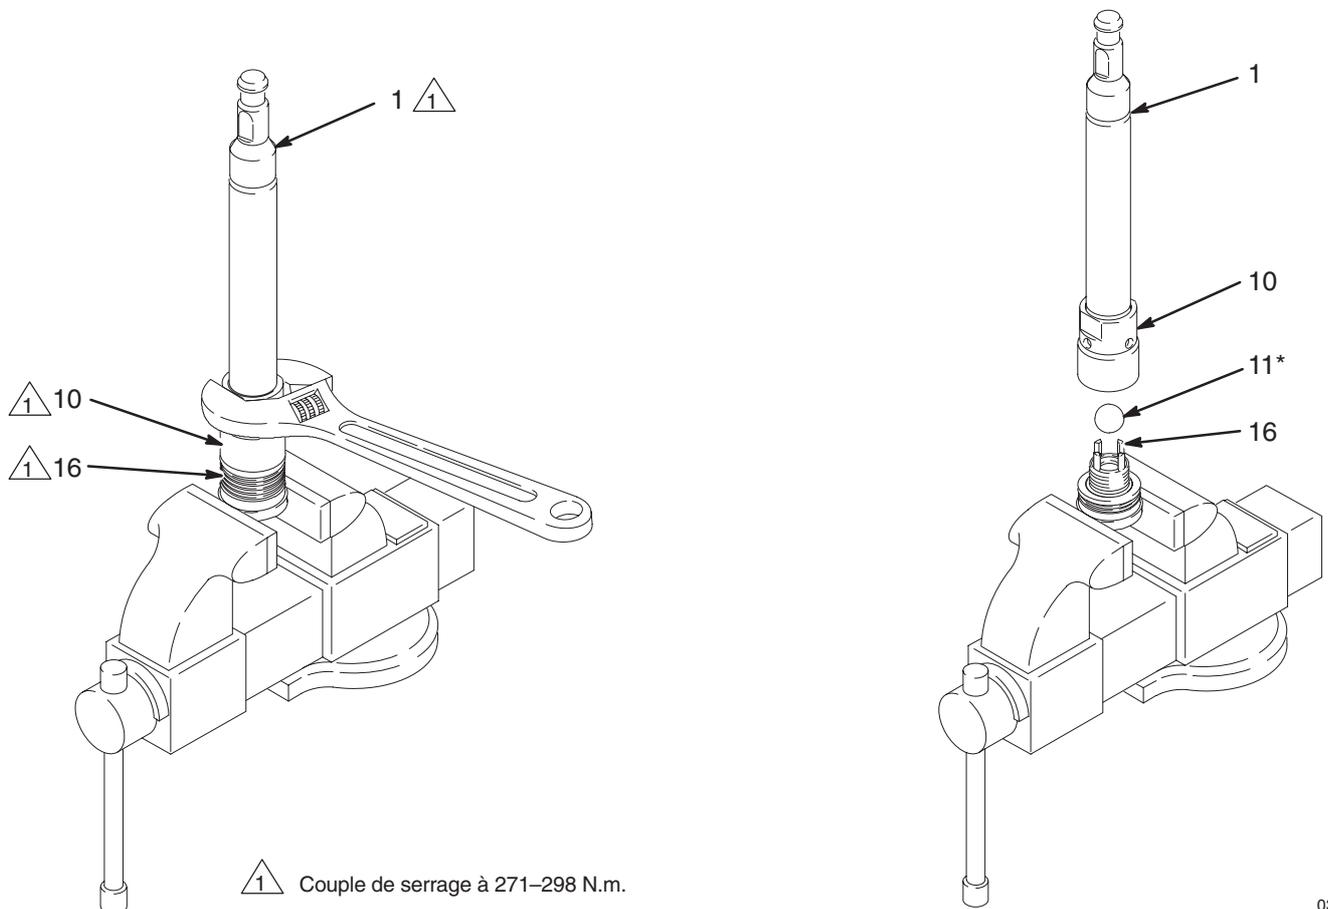

Fig. 8
- a. Dévisser le corps de clapet (18) à l'aide d'une clé de 6,67 mm à placer sur les méplats du cylindre, et l'extraire du cylindre. À l'aide d'un maillet en caoutchouc, faire sortir l'ensemble piston et tige de piston (1) du corps de sortie (7) et du cylindre (9) jusqu'à ce que le piston vienne librement. Tirer le piston et la tige hors du cylindre en veillant à ne pas érafler les pièces.
- b. À l'aide d'une clé de 6,67 mm à placer sur les méplats du cylindre, dévisser le cylindre (9) et l'extraire du corps de sortie (7). Retirer les deux joints (8) du cylindre. À l'aide d'une lampe, inspecter la surface intérieure du cylindre (9) pour s'assurer qu'elle n'est ni rayée ni usée. Passer ensuite au point 4.
- c. Dévisser le cylindre (9) et le corps de clapet (18) du corps de sortie (7). Tirer doucement sur le cylindre et sur le corps de clapet en le faisant sortir tout droit du corps de sortie. L'ensemble tige de piston (1) et piston sort avec ces pièces.
- d. Placer le corps du clapet (18) dans un étau puis dévisser le cylindre (9) du corps à l'aide d'une clé de 6,67 mm à placer sur les méplats du cylindre. L'ensemble tige de piston (1) et piston reste dans le cylindre.
- e. À l'aide d'un maillet en caoutchouc, faire sortir l'ensemble tige de piston (1) et piston du cylindre (9) jusqu'à ce que le piston vienne librement. Extraire la tige et le piston du cylindre en veillant à ne pas érafler les pièces.
- f. Enlever les deux joints (8) du cylindre. À l'aide d'une lampe, inspecter la surface intérieure du cylindre (9) pour s'assurer qu'elle n'est ni rayée ni usée. Passer ensuite à l'étape 4.
4. Placer les méplats du siège de clapet de piston (16) dans un étau, comme indiqué en Fig. 8.
5. À l'aide d'une clé à molette, dévisser le corps de clapet de piston (10) du siège de clapet de piston. Veiller à récupérer la bille du piston (11) lors de la séparation du siège de clapet de piston et du corps de clapet de piston afin qu'elle ne tombe pas et ne soit pas endommagée.
6. Vérifier que la tige de piston (1) n'est ni rayée, ni endommagée. **Uniquement si la tige doit être remplacée**, la dévisser du corps de clapet de piston (10), à l'aide d'une clé à molette sur les méplats de la tige.
3. Placer les méplats du corps de clapet de piston (16) dans un étau. Placer la bille (11*) sur le siège du clapet de piston (E). Visser le corps du clapet de piston (10) sur le corps du piston, serrer à la main, puis à un couple de serrage de 271–298 N.m. Voir Fig. 8.